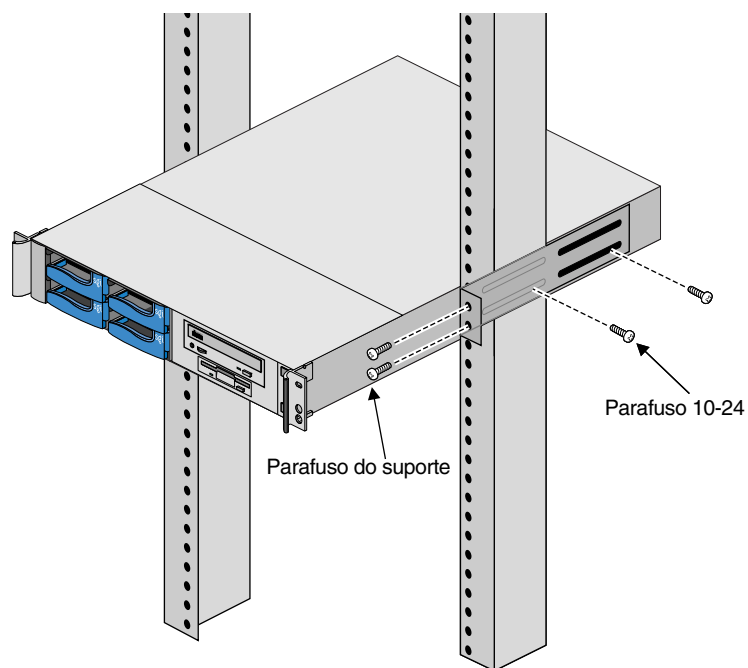

Figura 3-2 Instalação do chassi em uma prateleira de montagem central
4. Enquanto uma pessoa desliza o sistema nos suportes, a partir da parte frontal da prateleira, e o mantém no lugar, a outra pessoa alinha os dois orifícios dos parafusos frontais superiores. Incline o sistema ligeiramente para cima e instale, sem apertar, os dois parafusos frontais superiores do chassi para sustentar a maior parte do peso do sistema. Consulte a Figura 3-2.